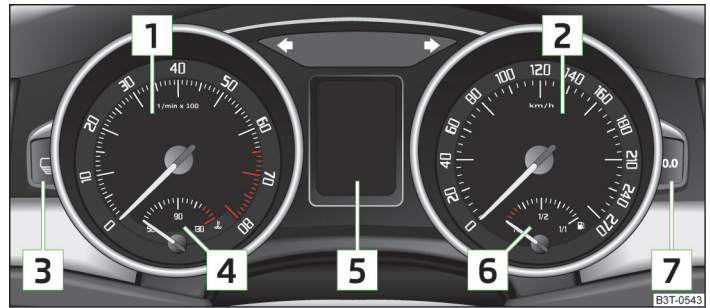

Abb. 2 Kombi-Instrument
Der rote Skalabereich des Drehzahlmessers  » Abb. 2 auf Seite 8 kennzeichnet den Bereich, in dem das System beginnt, die Motordrehzahl zu begrenzen. Das System begrenzt die Motordrehzahl automatisch auf einen sicheren Grenzwert.
► Die Taste [7] » Abb. 2 auf Seite 8 länger drücken.